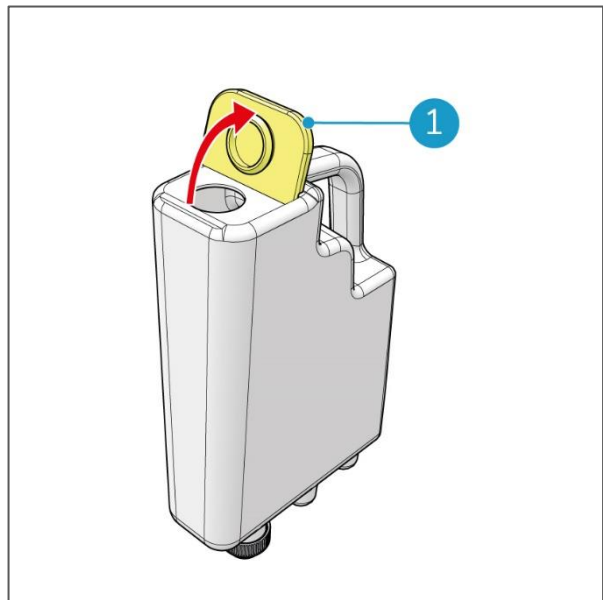

Figura 18
2. Abre el tapón de llenado amarillo (Figura 18, pos. 1).